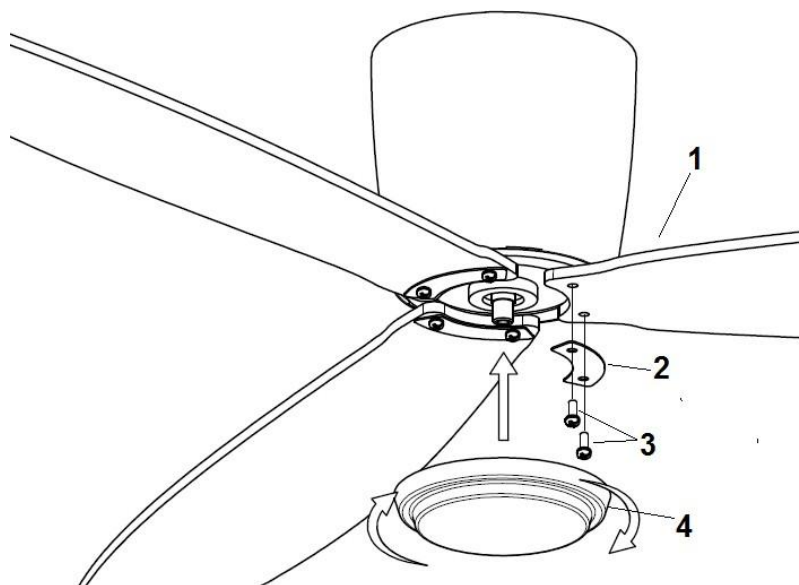

Fig. 6
- Skruva i skruvarna till fläktbladen på följande vis – fläktbladsfäste (2) och fläktblad (1). Sätt fast fläktbladen på fläktmotorn genom att skruva åt två skruvar (3). Fig. 6
- Installera till sist täcklocket på änden av motorn genom att vrida det medurs (4).